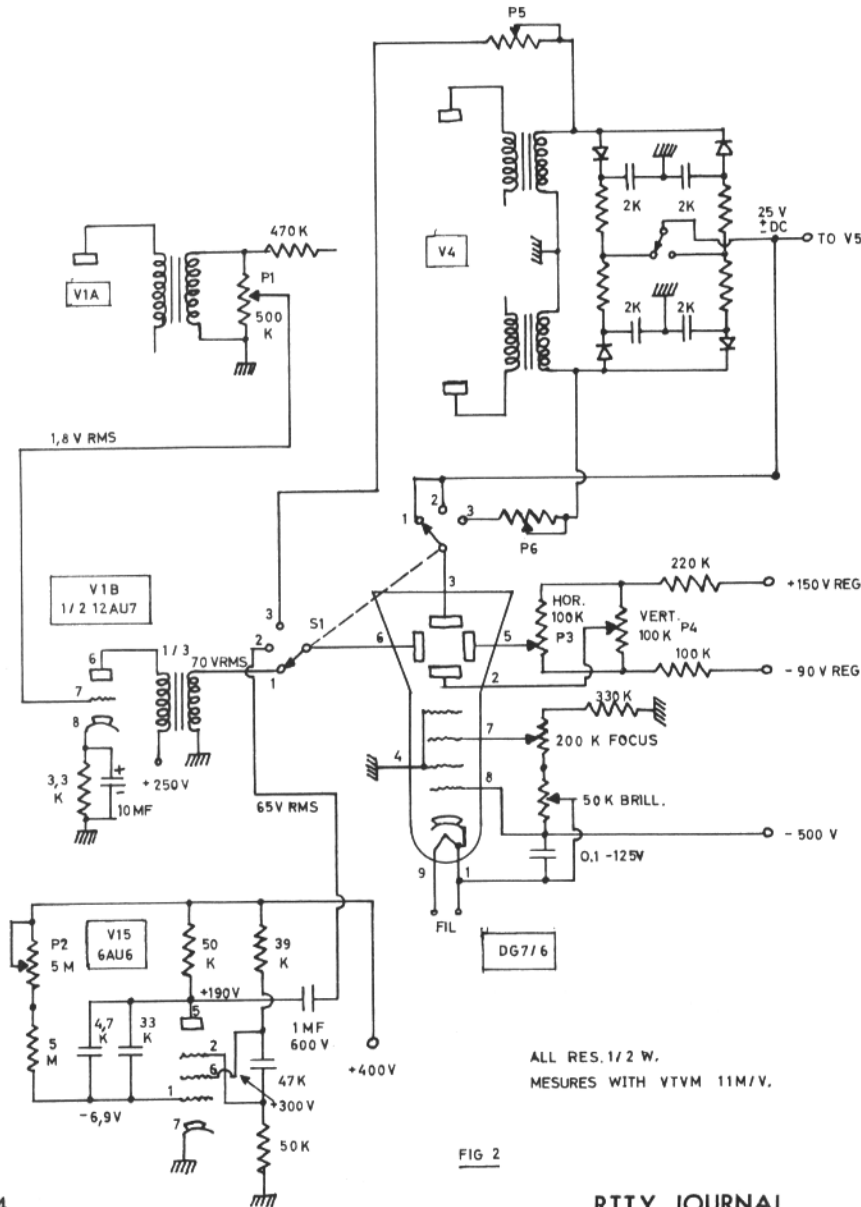

FIG 2
- CIRCUIT DESCRIPTION (fig. 2)